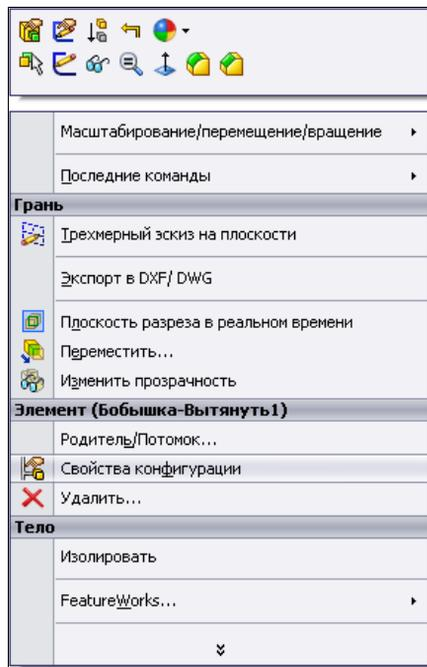
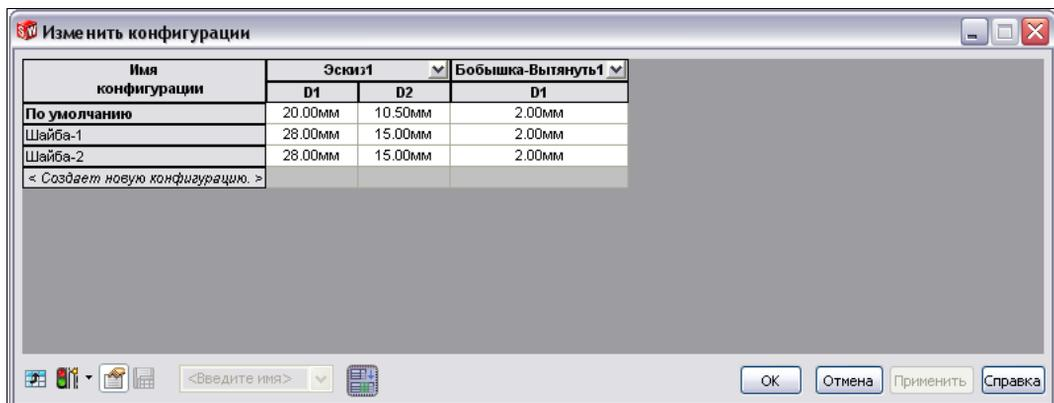

Рис. 3.38
Рис. 3.45
1. Выделим в Дереве Конструирования или в графической области элемент детали **Бобышка-Вытянуть1** и щелкнем правой кнопкой мыши. В результате на экране появится контекстное меню (рис. 3.38), выберем пункт  **Свойства конфигурации** — откроется окно **Изменить конфигурации** (рис. 3.39).
2. Выделим курсором размер глубины вытягивания элемента **Бобышка-Вытянуты1** — 2 мм и щелкнем правой кнопкой мыши, чтобы открылось контекстное меню со списком команд (см. рис. 3.38). В этом окне выберем команду  — **Свойства конфигурации**. В результате на экране откроется диалоговое окно **Изменить конфигурации** (рис. 3.45).